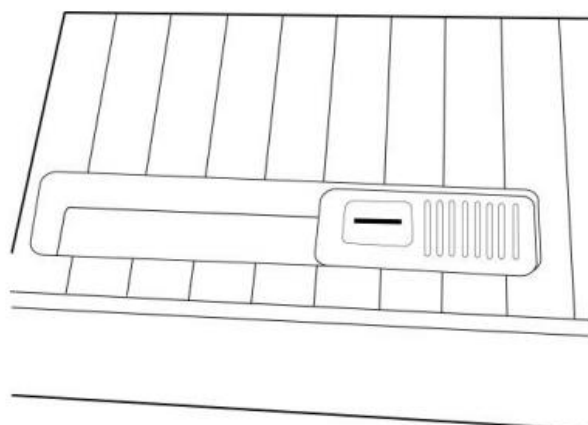

Рисунок 24
2. Поднимите головку модуля печати для доступа к крышке датчика носителя (Рис. 24).